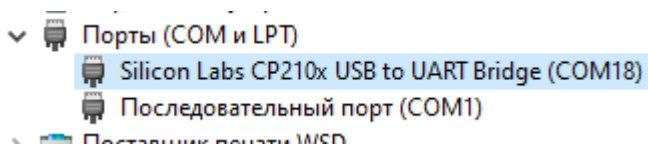

Рисунок 2. Отображение устройства после установки драйвера.
6. После установки драйвера в разделе устройств "Порты (COM и LPT)" должно появиться устройство "Silicon Labs CP210X USB to UART Bridge" (Рисунок 2).